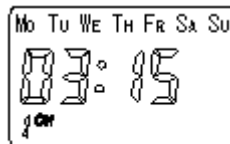

图9
4.2.2.2 1ON（第一组开启）时间设定：分别按“◀”依次进入分、小时、星期模式设定，此时设定位闪烁，按“△”“▽”键设定动作时间，如图9所示。屏幕上方的星期模式代表该天产品会自动工作，例如需要周一至周五工作，则将屏幕上Mo-Fr点亮，如每天工作时间相同则将Mo-Su全部点亮。